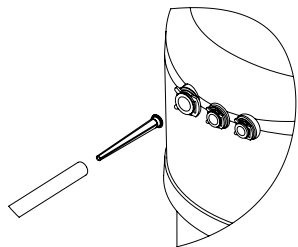

Рис. 6. Установка целевой вставки
- Установите щелевую вставку в трубку 3/8" (9,5 мм) как указано на рис. 6 и подсоедините данный конец трубки к водоочистителю.
- Отсоедините трубку JG от водоочистителя. Извлеките щелевую вставку из трубки (см. рис. 6 на стр. 8).